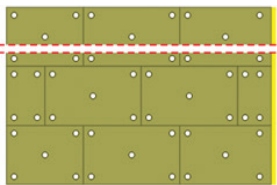

Fig. 3
- După întărirea adezivului (aprox. 2-3 zile) se trece la fixarea mecanică suplimentară a plăcilor de vată minerală bazaltică cu ajutorul diblurilor cu rozetă din polipropilenă și cu tijă/șurub autoperforant, de tip Ejotharm STR H 140, adecvate pentru prinderea în plăcile Aquaroc®. Montajul diblurilor se face la min. 8 cm de marginea plăcilor de vată minerală bazaltică și se urmărește o distribuție de min. 5 dibluri pe placă, cca. 8 dibluri/m² (fig. 3 și 4). Înainte de montarea diblurilor se va face un calcul static pentru a verifica dacă tipul și numărul acestora este suficient pentru a prelua solicitările de suucțiune a vântului, acțiune seismică, greutate proprie exercitate asupra plăcilor termoizolante. Se va evita perforarea montanților CW.